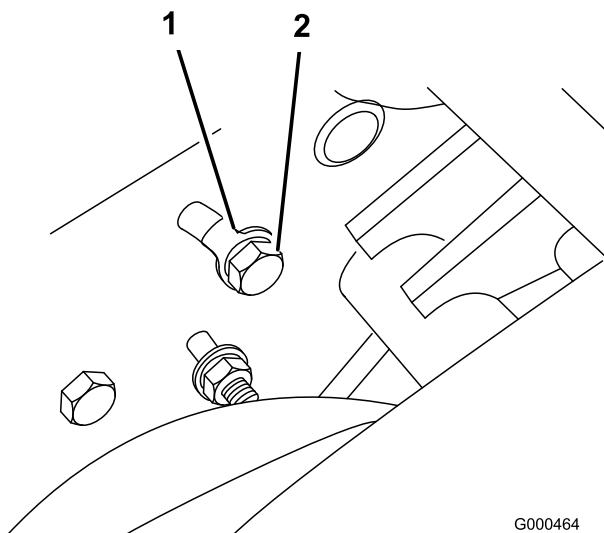

Figura 42
- A. En la parte trasera de la chapa lateral, afloje el perno que fija el soporte de la polea tensora a la chapa lateral (Figura 42).